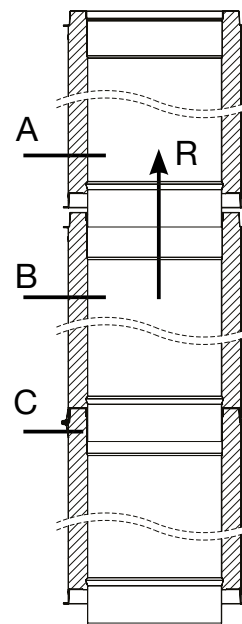

Fig.1
Le sens du montage doit être celui indiqué sur la figure (Fig1) dans le sens d'évacuation des fumées (R). L'élément supérieur au moyen de la partie mâle (A) s'emboîte dans l'élément inférieur (B), dans la partie femelle.